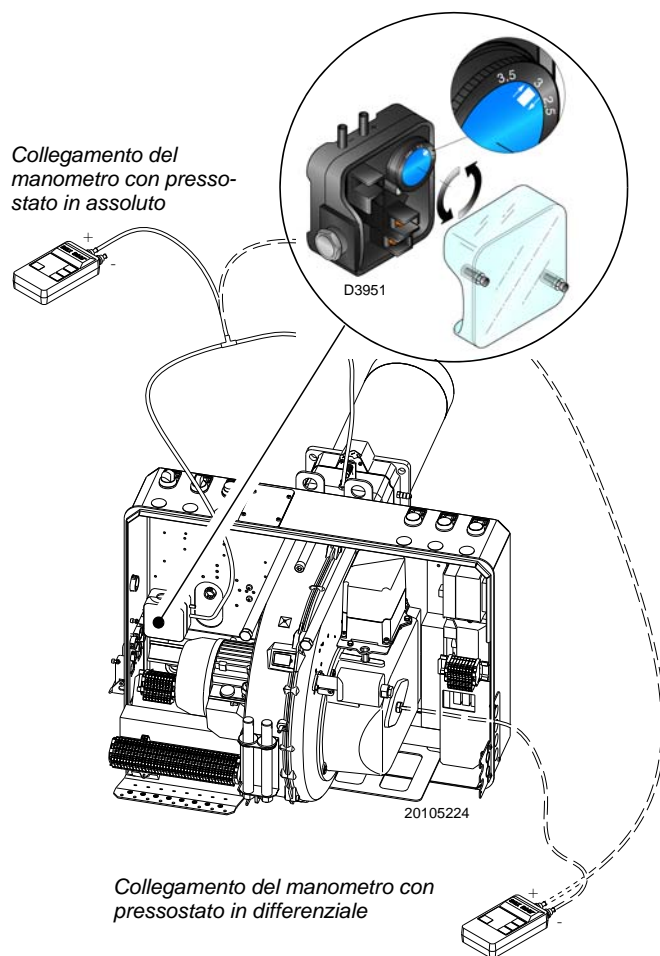

Fig. 30
- Regolare il pressostato aria (Fig. 30 a pag. 29) ad inizio scala.
Eeguire la regolazione del pressostato aria (Fig. 30) dopo aver effettuato tutte le altre regolazioni del bruciatore con il pressostato aria regolato a inizio scala.
Il collegamento del manometro è riportato in Fig. 30. La configurazione standard è quella del pressostato aria collegato in assoluto. Si noti la presenza di un collegamento a "T" non fornito.
In questo caso anche il manometro deve essere collegato in differenziale, come indicato in Fig. 30.